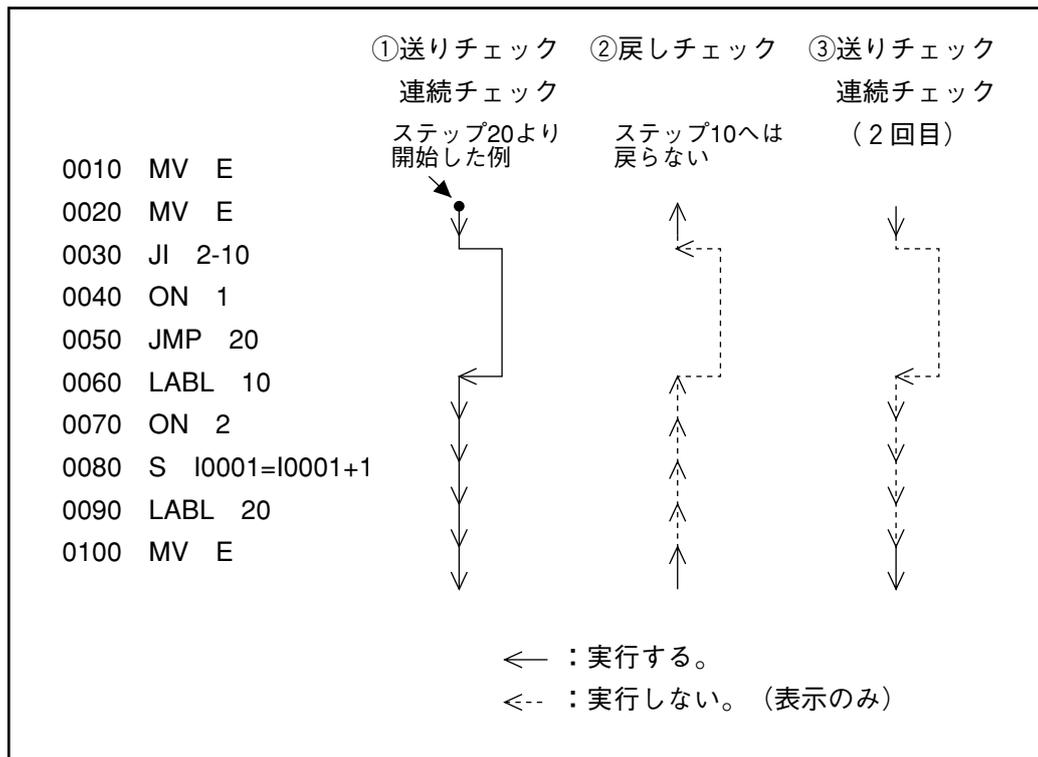

図2-24 ティーシングチェックのステップ実行順序
- (1) 戻しチェックは、連続チェックおよび送りチェックで実行した逆の順に戻ります。図2-24のように、ジャンプコマンドでジャンプした場合は、ジャンプコマンドのステップへ戻ります。
- (2) 戻しチェックのとき、動作コマンドは実行しますが(図2-24の ←)、その他のコマンド(入出力、演算など)は表示が戻るだけで、実行はしません。(図2-24の ←-)
- (3) プログラム途中のステップより連続チェック、および送りチェックを開始した場合は、戻しチェックでそれ以前のステップへ戻すことはできません。(図2-24を参照)
- (4) サブルーチン内で戻しチェックを行なう場合は、そのサブルーチンの先頭までしか戻すことができません。